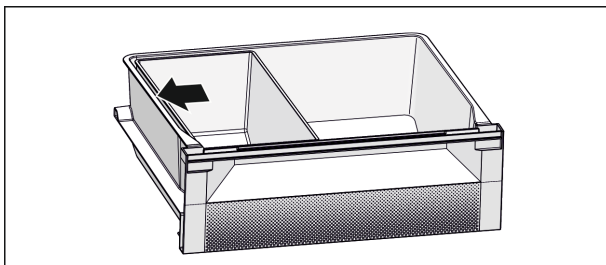

Fig. 7
► Pour un refroidissement optimal : Positionner le bac Fish & Seafood comme illustré (voir Fig. 7) .